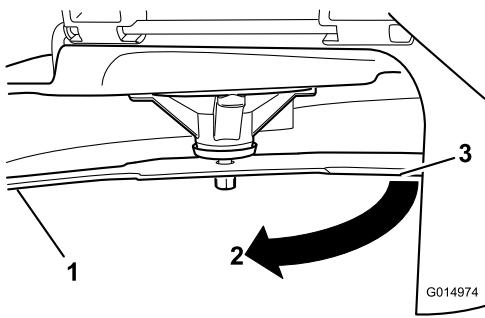

Figura 92
3. Distancia medida entre la cuchilla y la superficie (A)
- Gire la misma cuchilla 180 grados de manera que el otro extremo esté en la misma posición (Figura 92).